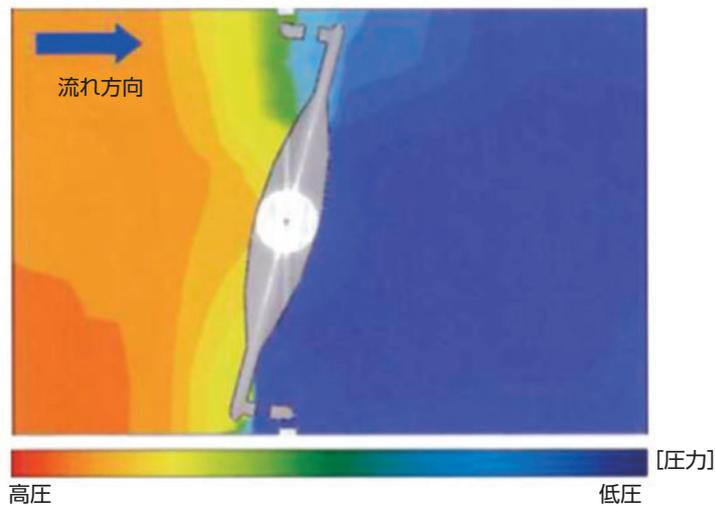

図4 流体解析
(1) 弁開度 10～20% において流量が一定です。これにより小流量を安定して供給することが可能であり、管路の初期通水に適しています。図4の3次元流体解析に示すとおり、下流側の流体の圧力変化が少ない構造となっています。
(2) 従来のように管路の初期通水にバイパス弁や副弁内蔵式バタフライ弁を用いるよりもトータルコストを低減できます。
(3) 従来の標準バタフライ弁をベースにしているため、これまで通りの高い止水性を有します。